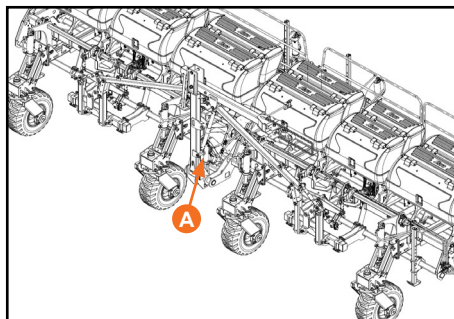

Figura 29
Após isso, poderá ser iniciado o processo de levantar do cabeçalho através do cilindro hidráulico que está instalado na parte central do implemento (A) (Figura 29).